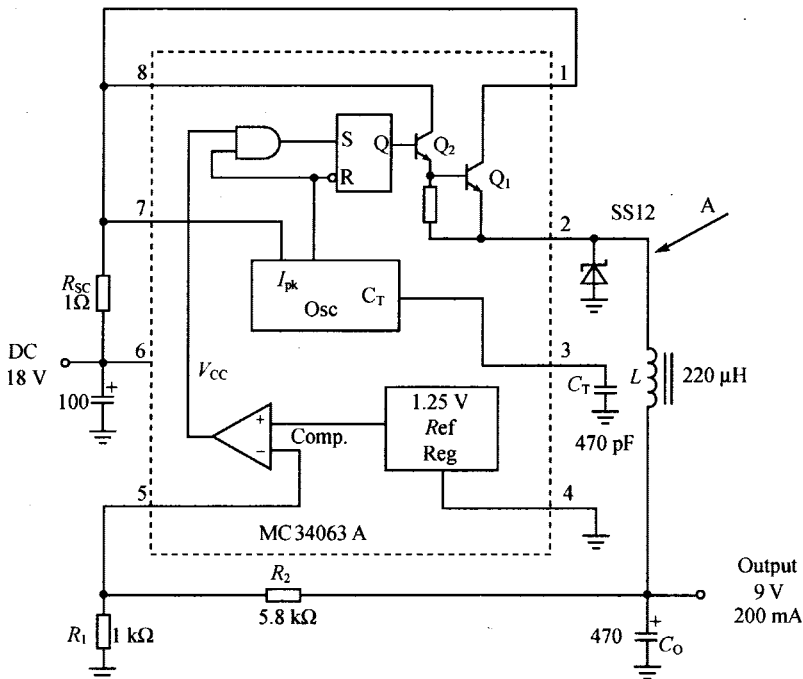

图 7.3
从前使用 MC34063 设计一个电子设备的电源,使用 18 V 供电,这个电源需要将 18 V 的输入转换到 9 V,图 7.3 中箭头所指的 A 点的肖特基二极管,使用的型号为 SS12。根据 SS12 的规格书,它的耐压是 20 V,认为这样的设计应该没有什么问题。但是做出来的一些工程样机,偶尔就有烧掉击穿这个二极管的,概率大约为 3%~5%。后来看了 SS 系列肖特基二极管的规格书,发现可以用
在正常工作的时候, 使用 SS12, 当 DC18 V 输入时, 用示波器在图 7.3 中箭头所指的 A 点测量, 可以看见方波。测量到方波的最高电压不过是 18.9 V。DC18 V 也是采购自专业厂家的 AC/DC 电源, 电压很稳定。至少从规格书上看, 这样的设计, 不应该有问题。
- 在图 7.3 中的电路里面, 如果 DC18 V 的供电电压有一点上偏差, 如果 A 点发生了轻微寄生震荡(这个在 DC/DC 里面经常会有), 那 A 点的电压就会小幅度越过 20 V。
- 首先, 如果肖特基二极管的耐压是 10 V 的话(好像 10 V 的肖特基二极管非常少)。如果有 1 000 个这样的器件安装在图 7.3 中, 那估计至少有
- 当然，我也可以肯定的说：如果有 1 000 个这样的器件安装在图 7.3 中，也一定会有一些器件可以生存下来。因为在任何一个种群中，总会有一些很出众的个体，它们由于本身某些方面和大家有一些不同。所以它们可以耐受这样的恶劣环境。这也就是在古代，为什么无论是多么厉害的天花和鼠疫，只要有一定的人口基数，那每次瘟疫就不能消灭所有人口的道理。不过话说回来，这样的事情好是好，但是概率太低了，不是设计所想要的。
- 所以在图 7.3 中，将肖特基二极管的耐压选定在 40 V 比较合理。不仅考虑了机器的安全性，也同时考虑了机器的成本。（因为耐压更高的器件要更贵一些）